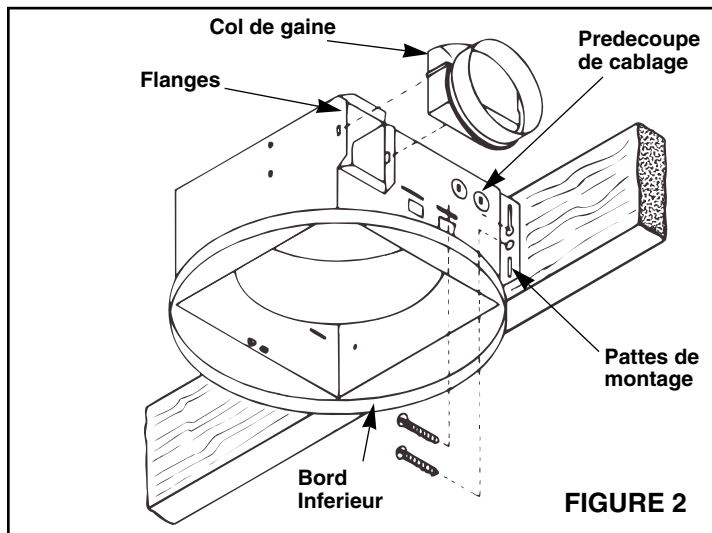

FIGURE 2
Voir Figure 2.
- Voir Figure 2. Faire passer les barres de suspension dans les pattes de montage placées sur le bord inférieur du boîtier. Clouer une barre aux solives.